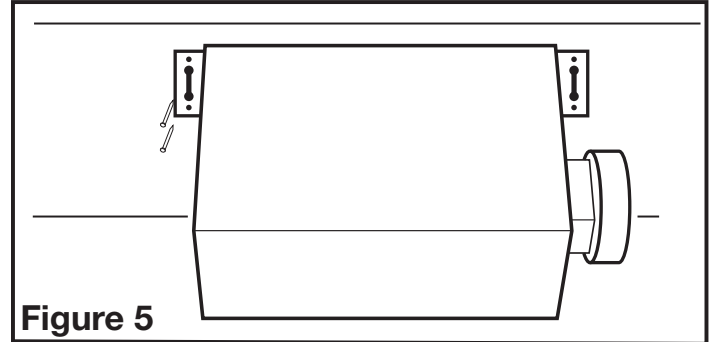
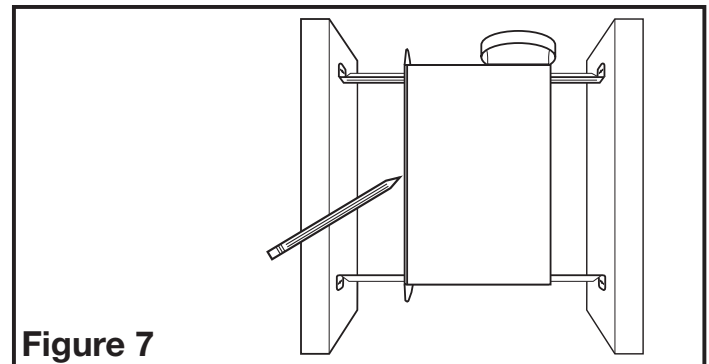

Figure 5
Figure 7
- Installation des Onglets de montage :** Aligner le châssis pour qu'il soit à effleurement avec le plafond fini. Positionner le ventilateur pour que les onglets reposent à plat contre la solive et fixer en place à l'aide de quatre (4) clous (non-compris) pour assurer une bonne installation (Figure 5).
- Installation des onglets de montage :** Positionner le châssis contre la solive et tracer un contour du châssis sur le matériau du plafond (Figure 7). Mettre le châssis de côté et découper l'ouverture, en prenant soin de ne pas couper de câble électrique dissimulé ou autre utilité. Placer le châssis près de la solive et vous assurer qu'il soit à effleurement avec le plafond fini. Fixer avec quatre (4) clous (non-compris) pour assurer une installation adéquate (Figure 5).